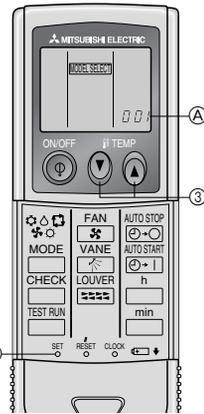

Fig. 6-6
3) Настройка (Fig. 6-6)
① Вставьте батарейки.
② Нажмите кнопку SET остроконечным предметом.